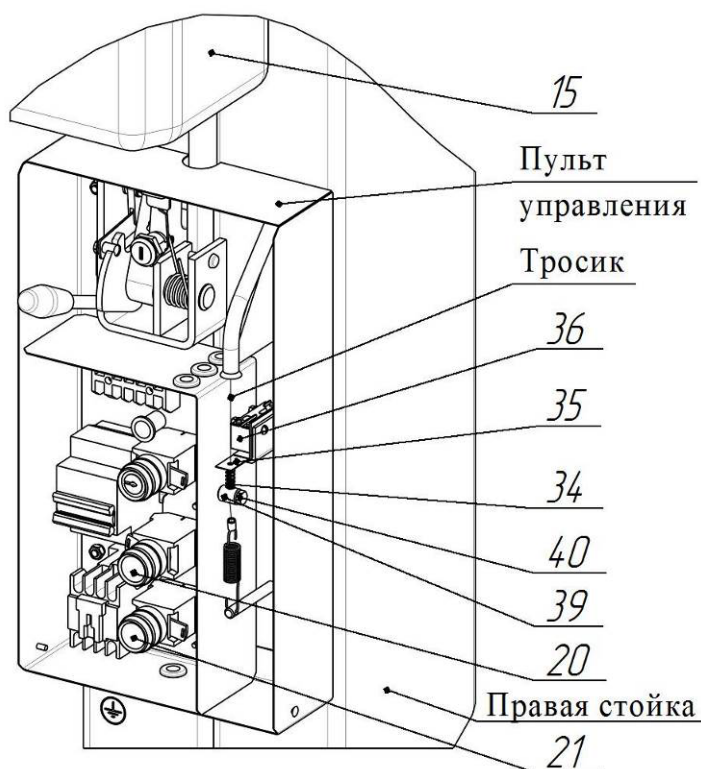

Рисунок 6.7 – Система автоматического отключения насосной станции при достижении каретки крайнего верхнего положения
6.12.1 Система автоматического отключения привода насосной станции 15 при достижении нижней части каретки 4 крайнего верхнего положения (~ 1745 мм от основания стойки) установлена и отрегулирована на предприятии-изготовителе (рисунок 6.7).